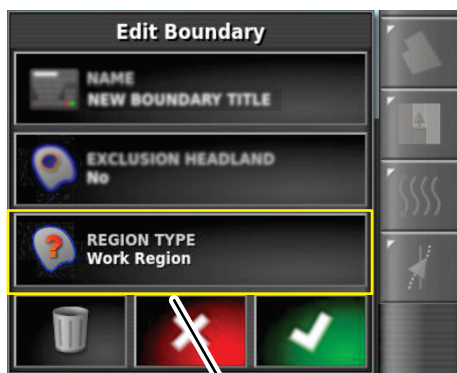

Bild 59
1. Tippen Sie im Dialogfenster Feldgrenzen bearbeiten auf das Symbol REGIONTYP (Bild 59).